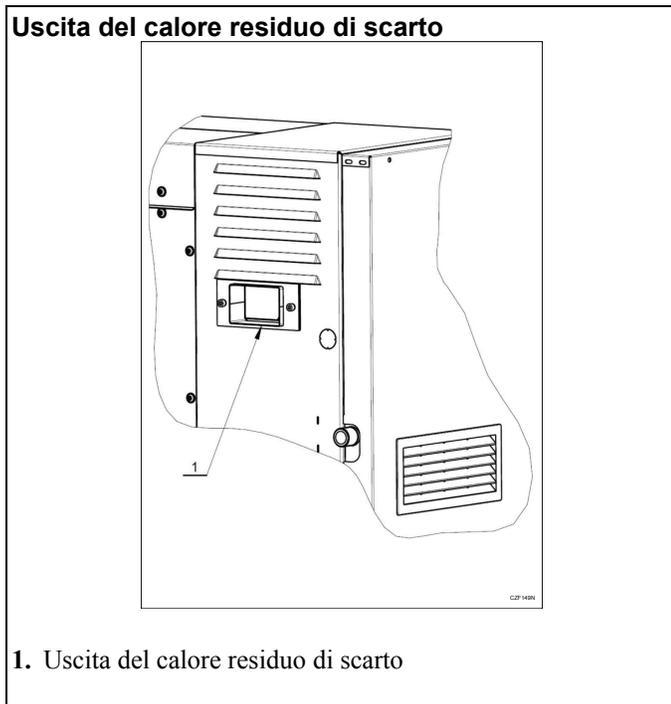

Figura 23
- Sulla parete posteriore del montante destro è presente un'uscita per il calore residuo di scarto (1) - (Figura 23).